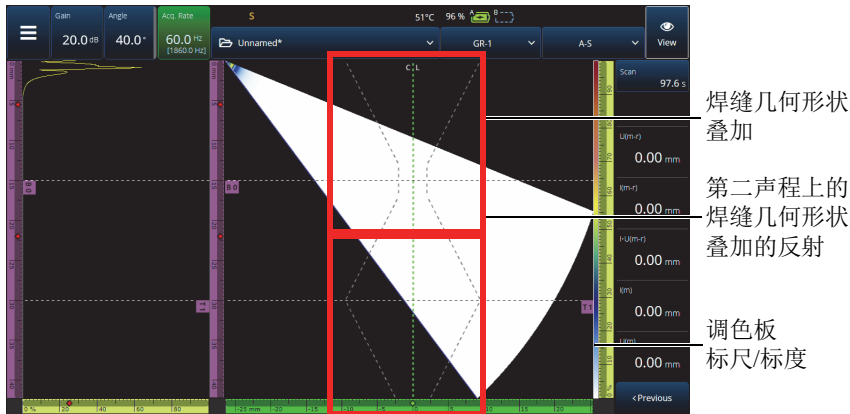
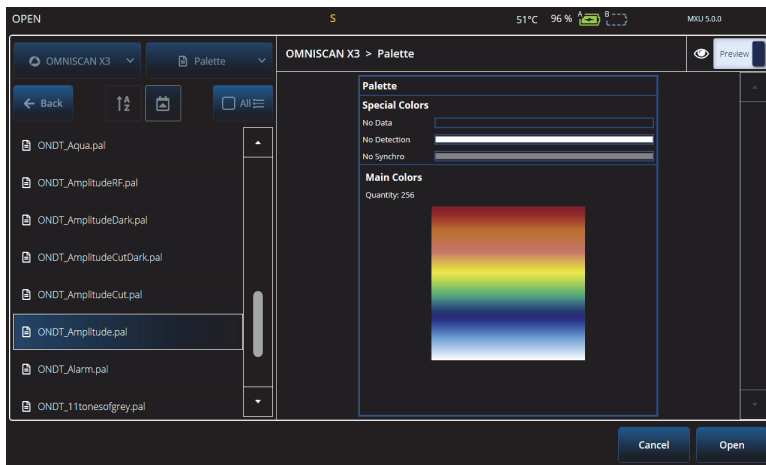
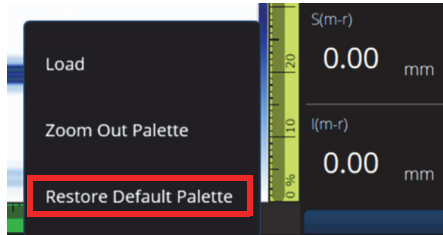

图 2-57 V 形间距焊缝几何形状叠加的示例
图 2-60 调色板选择器
图 2-61 恢复默认调色板
如果您所检测的工件带有叠加项目（焊缝或定制），您可以在叠加的显示和关闭状态之间切换。叠加项目是在 S 扫描视图上放置的焊缝几何形状图形或您所选的图形。这个功能有助于直观地看到信号指示相对于工件和焊缝几何形状的位置（参见第 101 页的图 2-57）。叠加反射（考虑到第二声程、第三声程等）可在 **Menu**（菜单）> **Display**（显示）> **Overlay**（叠加）> **Multiple Legs**（多个声程）中启动或关闭（ON/OFF）
- ◆ 点击并按住调色板的标尺 / 刻度（如第 101 页的图 2-57 右侧所示），然后选择 **Load**（加载）。查看可用的调色板，并点击 **Open**（打开），改变调色板（参见第 104 页的图 2-60）。
- ◆ 长按调色板的标尺/标度（如第101页的图 2-57 右侧所示）然后选择 **Restore Default Palette**（恢复默认调色板）（参见第105页的图 2-61）